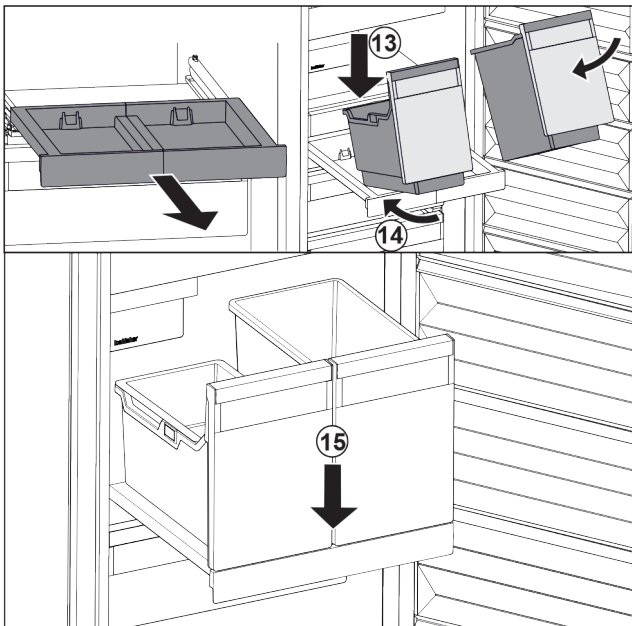

Fig. 35
- ▶ Bak schuin op het uitschuifplateau plaatsen. Fig. 35 (13)
- ▶ Bak er schuin naar achteren inschuiven. Fig. 35 (14)
- ▶ Bak aan voorzijde neerzetten. Fig. 35 (15)